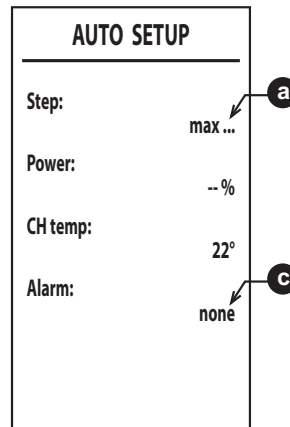

fig. 38
6. După aprindere, arzătorul se poziționează pe încălzire la diferitele puteri (max, med, min) indicate de punctul **a** (fig. 38). În cazul în care eliminarea termică a sistemului nu este suficientă pentru a termina procedura, se poate activa, numai după ce s-a aprins arzătorul, o solicitare de apă caldă menajeră.
8. Dacă secvența de aprindere descrisă la punctul „6” nu s-a finalizat cu succes, apare mesajul **max_err** la punctul **a** și un cod de eroare la punctul **c** (fig. 38).